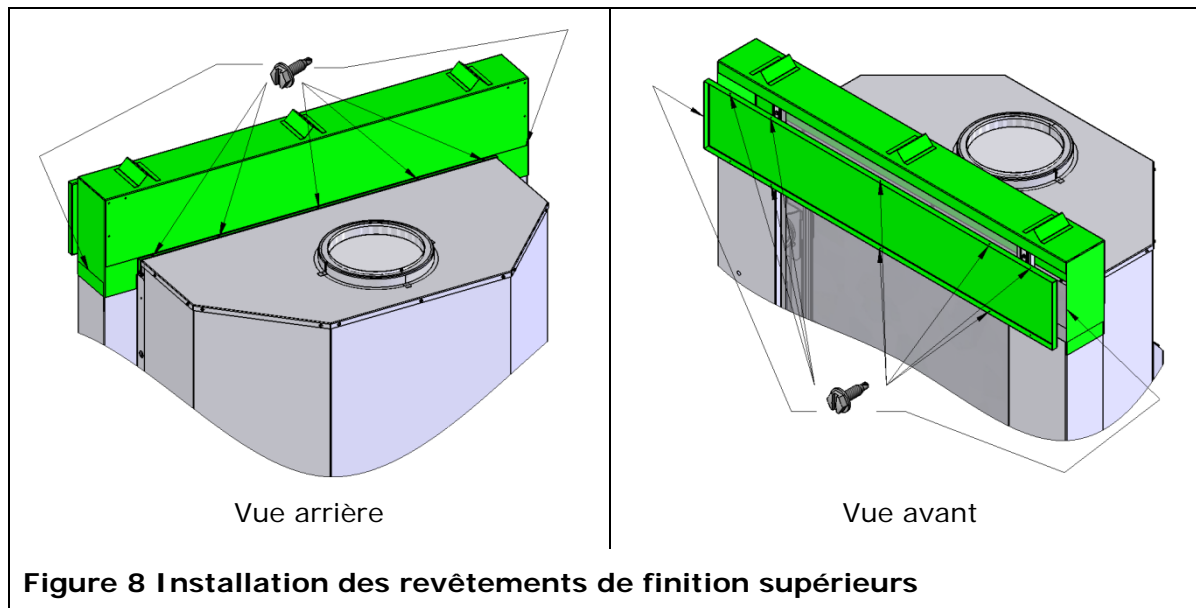

Figure 8 Installation des revêtements de finition supérieurs
2. Réinstallez le revêtement de finition avant central (voir Figure 7). Réinstallez-le afin que la partie qui était sur le devant soit maintenant vers l'arrière tel que montré à la Figure 8. Placez-le sur le dessus du foyer. Il devrait s'appuyer sur les deux revêtements de finition de côté et être en ligne avec le devant du foyer. Le rebord arrière devrait être sur le dessus du caisson du foyer, comme illustré à la Figure 8. En utilisant les deux vis que vous avez retirées au préalable, vissez les deux côtés du revêtement de finition du dessus aux côtés. En utilisant cinq des petites vis autotaraudeuses fournies (L), fixez le rebord arrière du revêtement de finition du dessus au-dessus du caisson de foyer.
3. En utilisant les petites vis autotaraudeuses (L), installez le revêtement de finition supérieur avant tel qu'indiqué à la Figure 8. Assurez-vous que les deux vis qui sont installées à chaque extrémités sont vissées vers le centre du foyer afin que les pointes ne dépassent du foyer.